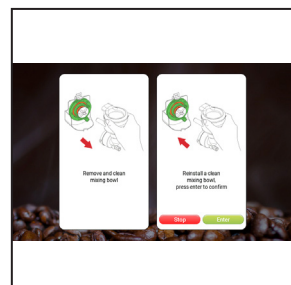

Fig. 6
5. Nu vil displayet vise **SÆT EN REN BLANDESKÅL I, TRYK ENTER FOR AT BEKRÆFTE**. Tryk ENTER. (Se fig. 6).